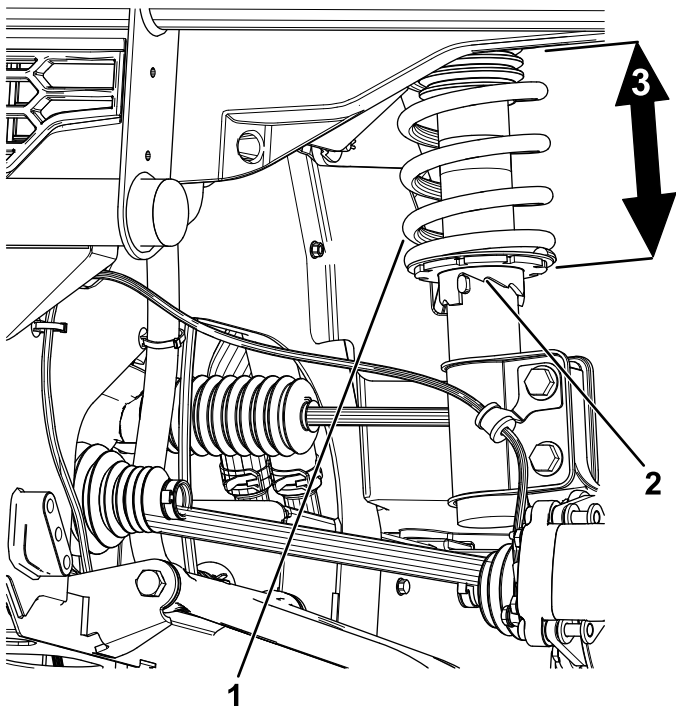

Bild 103
2. Wenn die Bodenfreiheit nicht stimmt, verwenden Sie den Hakenschlüssel, um den Stelling des Stoßdämpfers zu drehen und das Rad auszurichten (Bild 103).